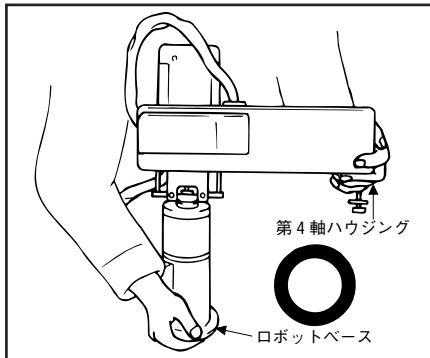

図 4-30 ロボットの運搬方法
- ①モーターケーブル、エンコーダケーブルはロボット本体からはずしてください。
- ②エアー配管を使用されている場合は継手よりはずしてください。
- ロボット運搬には図 4-30 で示す第 4 軸（T 軸）ハウジングとロボットベースの位置を持ち必ず両手で作業を行なってください。